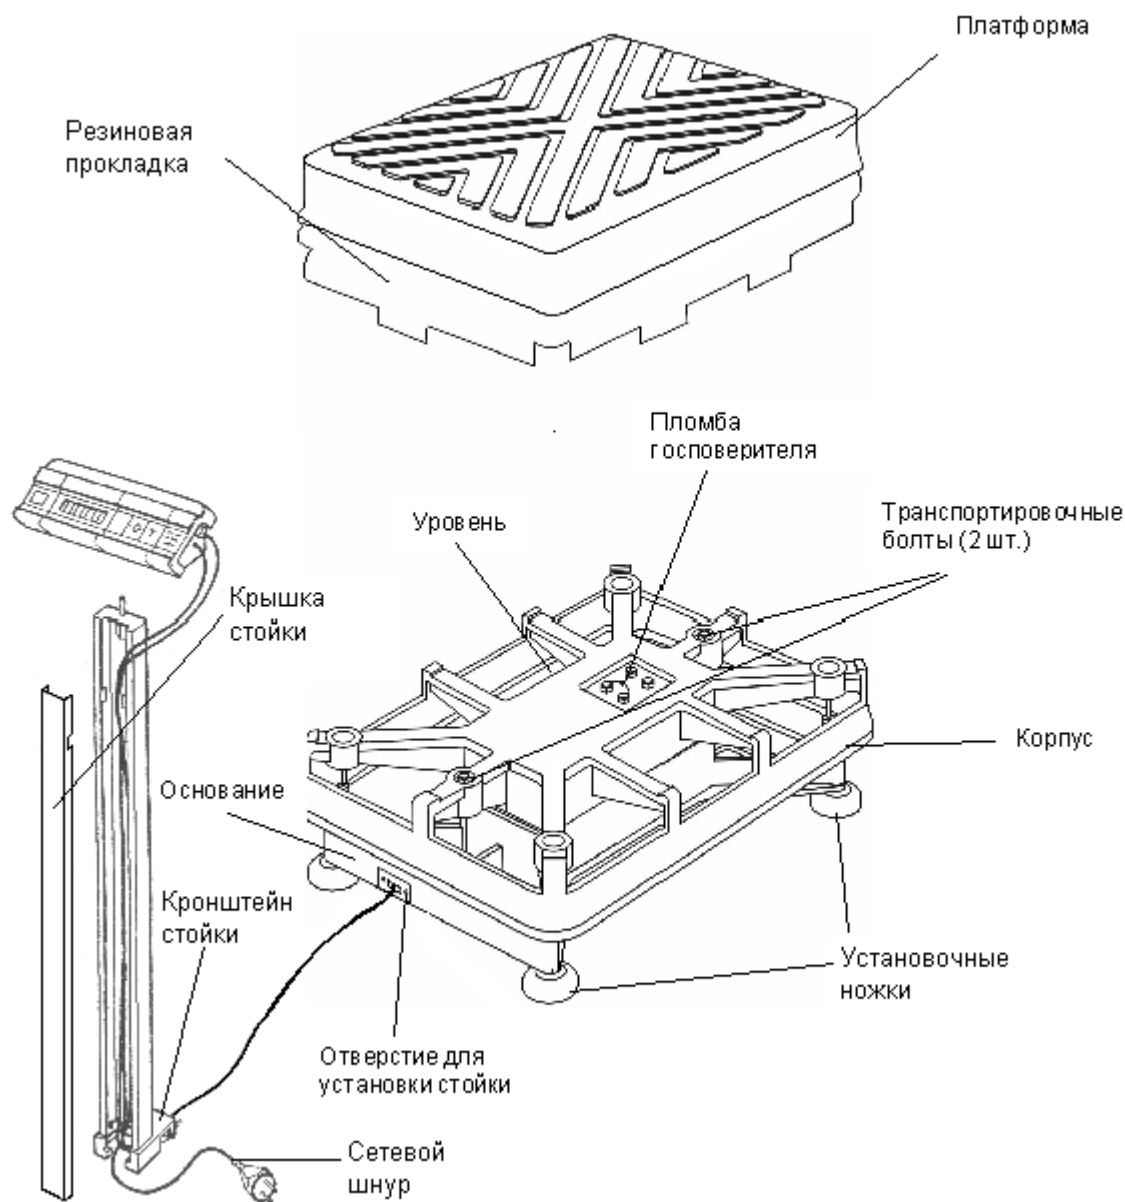

Рис.1.2
3.1. Установить весы на твердой ровной поверхности. Снять грузоприемную платформу и с помощью установочных ножек выровнять весы так, чтобы пузырек уровня (см. Рис.1.2) находился в центре ампулы, а весы устойчиво стояли на всех 4-х ножках.